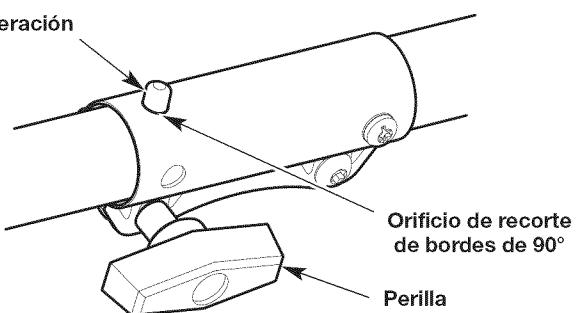

Fig. 12
1. Gire la perilla en el sentido contrario a las agujas del reloj para aflojar el acoplador (Fig. 12).
2. Oprima y mantenga apretado el botón de liberación (Fig. 12).
3. Rote el accesorio hasta que el botón de liberación entre a presión firmemente dentro del orificio de rebordes de 90° (Fig. 12).
4. Gire la perilla en el sentido de las agujas del reloj para apretar el acoplador (Fig. 12).